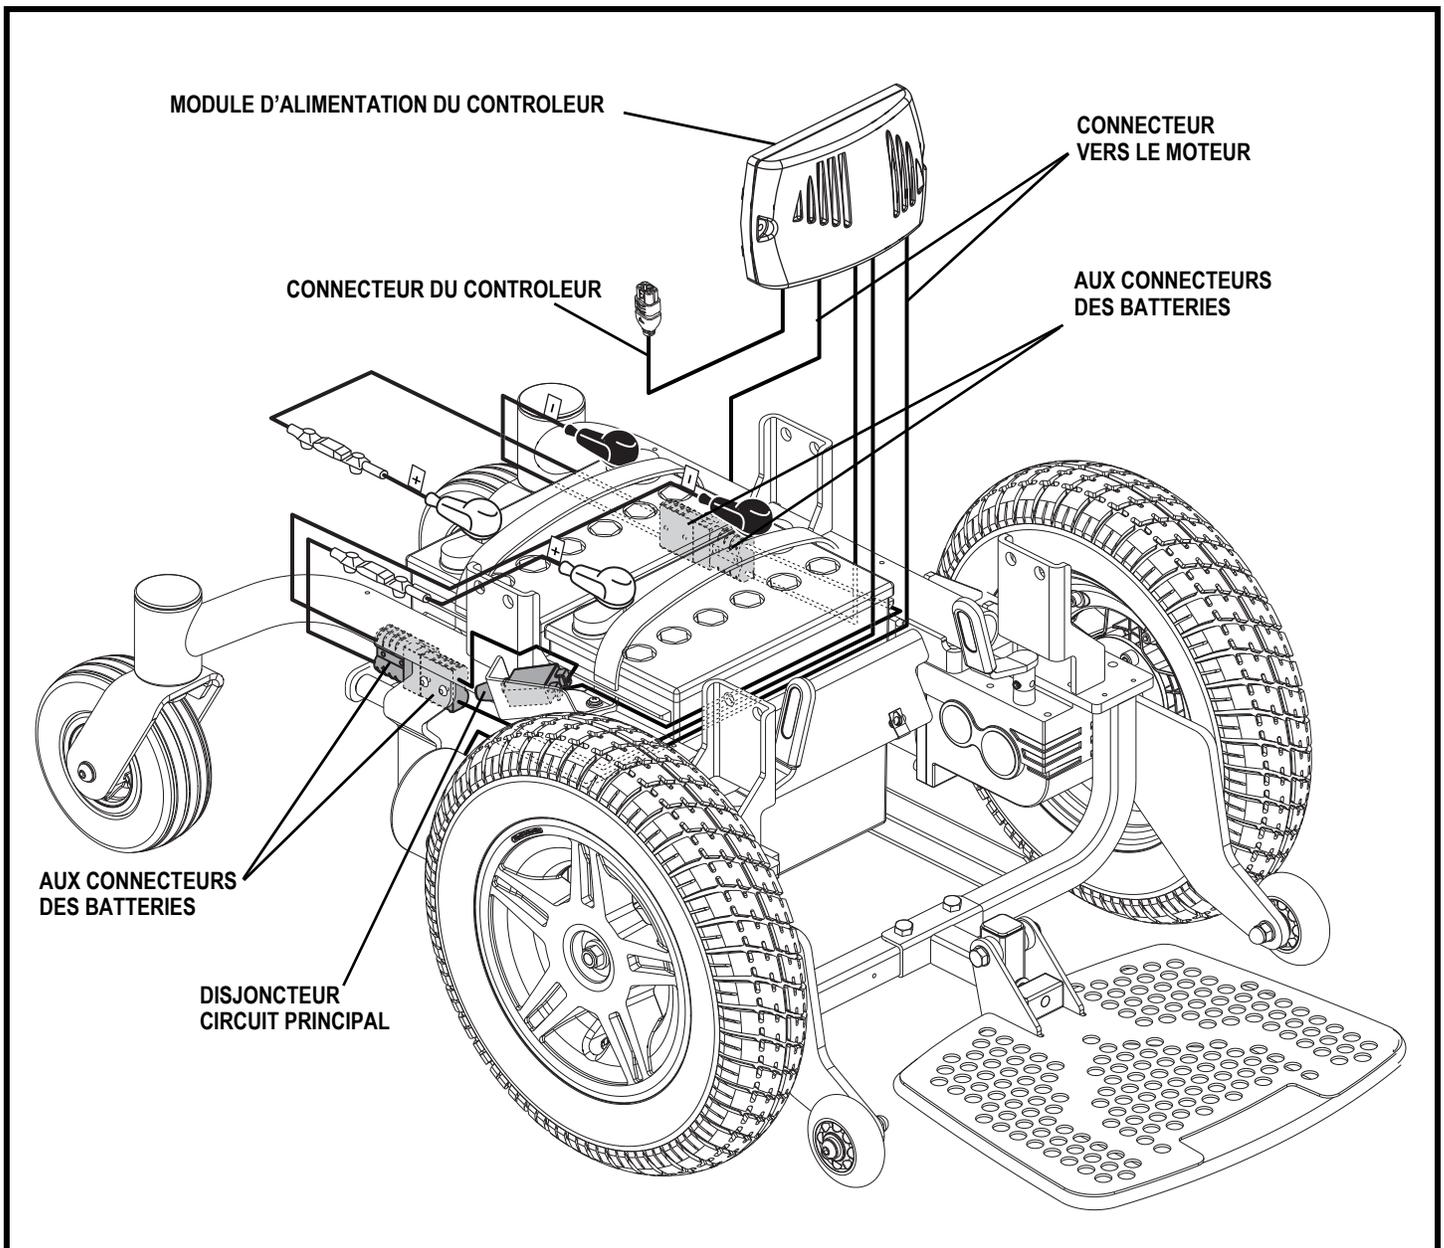

Figure 3. Base motorisée du Jazzy Elite Series
Les composantes électroniques sont situées soit à l'intérieur ou à l'extérieur de la base motorisée. Le disjoncteur principal est situé sur le côté droit de la base motorisée. Le module d'alimentation est sous le capot avant. **Voir la figure 3.**
Disjoncteur circuit principal: Composante de sécurité qui protège votre fauteuil. Lorsque les batteries sont trop faibles ou que la demande est trop importante (exemple: surcharge de poids), le disjoncteur principal coupera l'alimentation aux moteurs et aux circuits électroniques afin de les protéger. Si le disjoncteur saute, laissez reposer votre fauteuil quelques minutes, enfoncez le disjoncteur à nouveau, remettez le contact et continuez votre route. Si le disjoncteur saute à nouveau, faites vérifier votre appareil chez votre détaillant Pride autorisé. **Voir la figure 3.**
5. Branchez le connecteur du contrôleur dans la base motorisée. **Voir la figure 3.**
3. Débranchez le/les connecteur(s) du contrôleur de la base motorisée. **Voir la figure 3.**